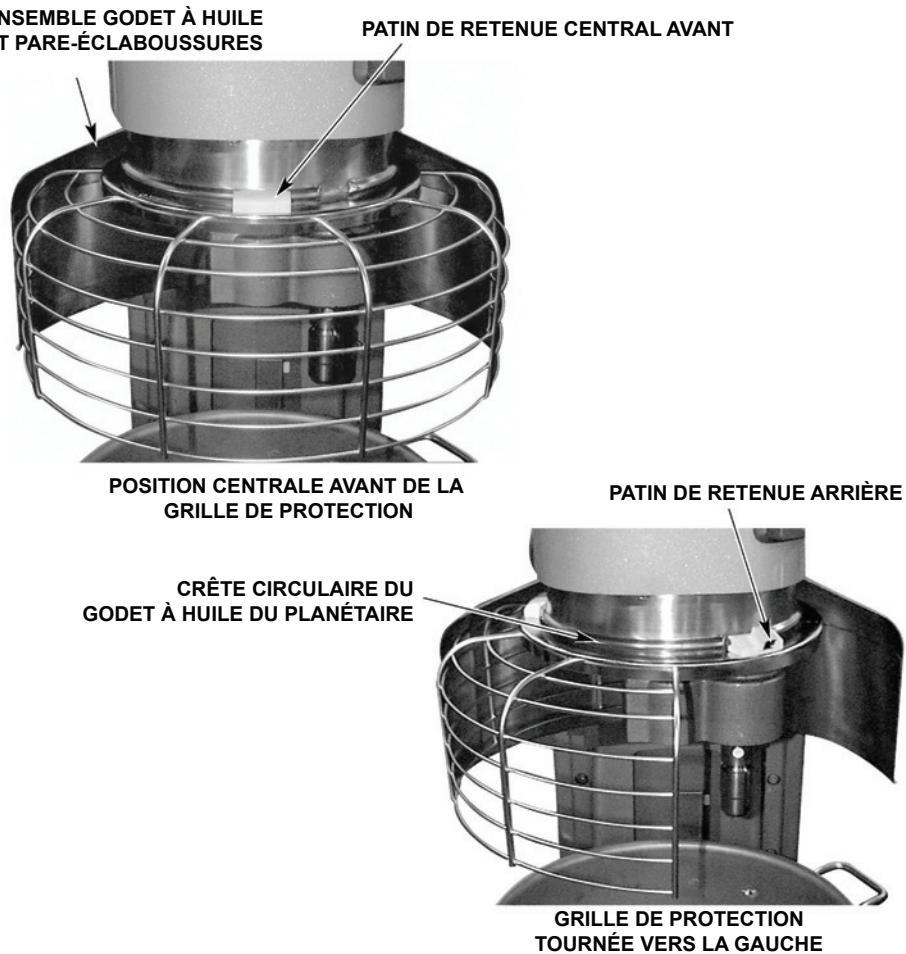

Fig. 13
6. Remettez la grille de protection en position avant centrale (fig. 13).
GRILLE DE PROTECTION (fig. 13)